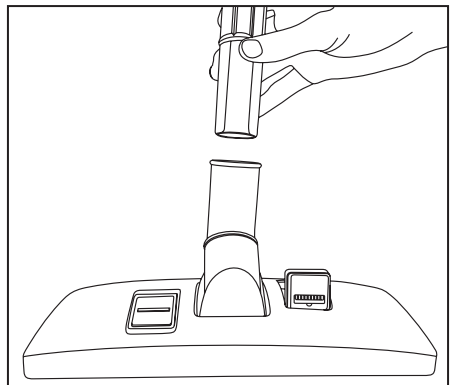

Fig. 5
- Conecte la herramienta para alfombras/pisos al extremo de las varillas de extensión para limpiar pisos y alfombras (Fig. 5).